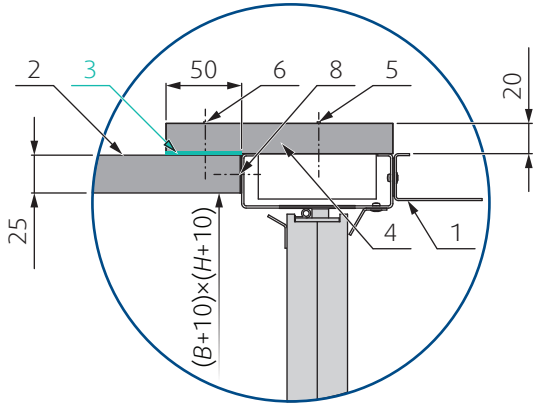

Abb. 46: Querschnitt des Anschlusses an einen 25 mm starken Promatkanal
1. Kanalanschluss oder -öffnung gemäß Abb. 46 - Abb. 51 vorbereiten, Anschlussfläche reinigen.
2. Auf die Anschlussflächen gemäß Abb. 46 - Abb. 51 eine Brandschutzbeschichtung (3) auftragen.
4. Aus den Platten (4 und 7) einen überlappenden Kragen bilden, wie in Abb. 46 - Abb. 51 dargestellt.
5. Befestigen Sie die Überlappung an der Entrauchungsklappe mit den Schrauben (5).